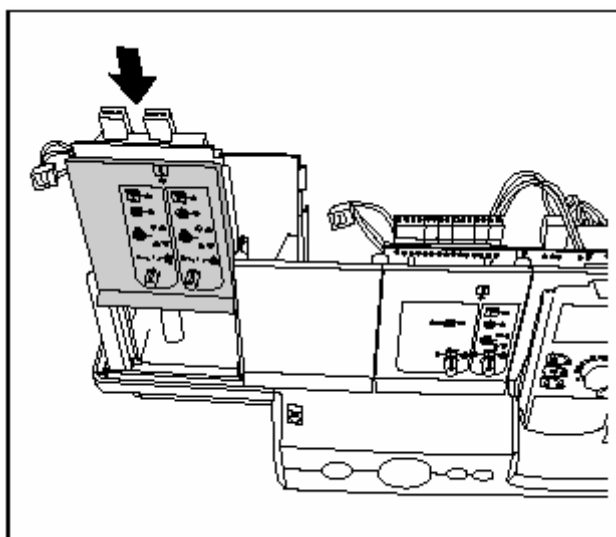

Рис. 5 Функциональный модуль, монтаж
- Вставить функциональный модуль в гнездо (рис. 5) до щелчка.
- Вставить новый модуль в то же гнездо (рис. 5, стр. 6).